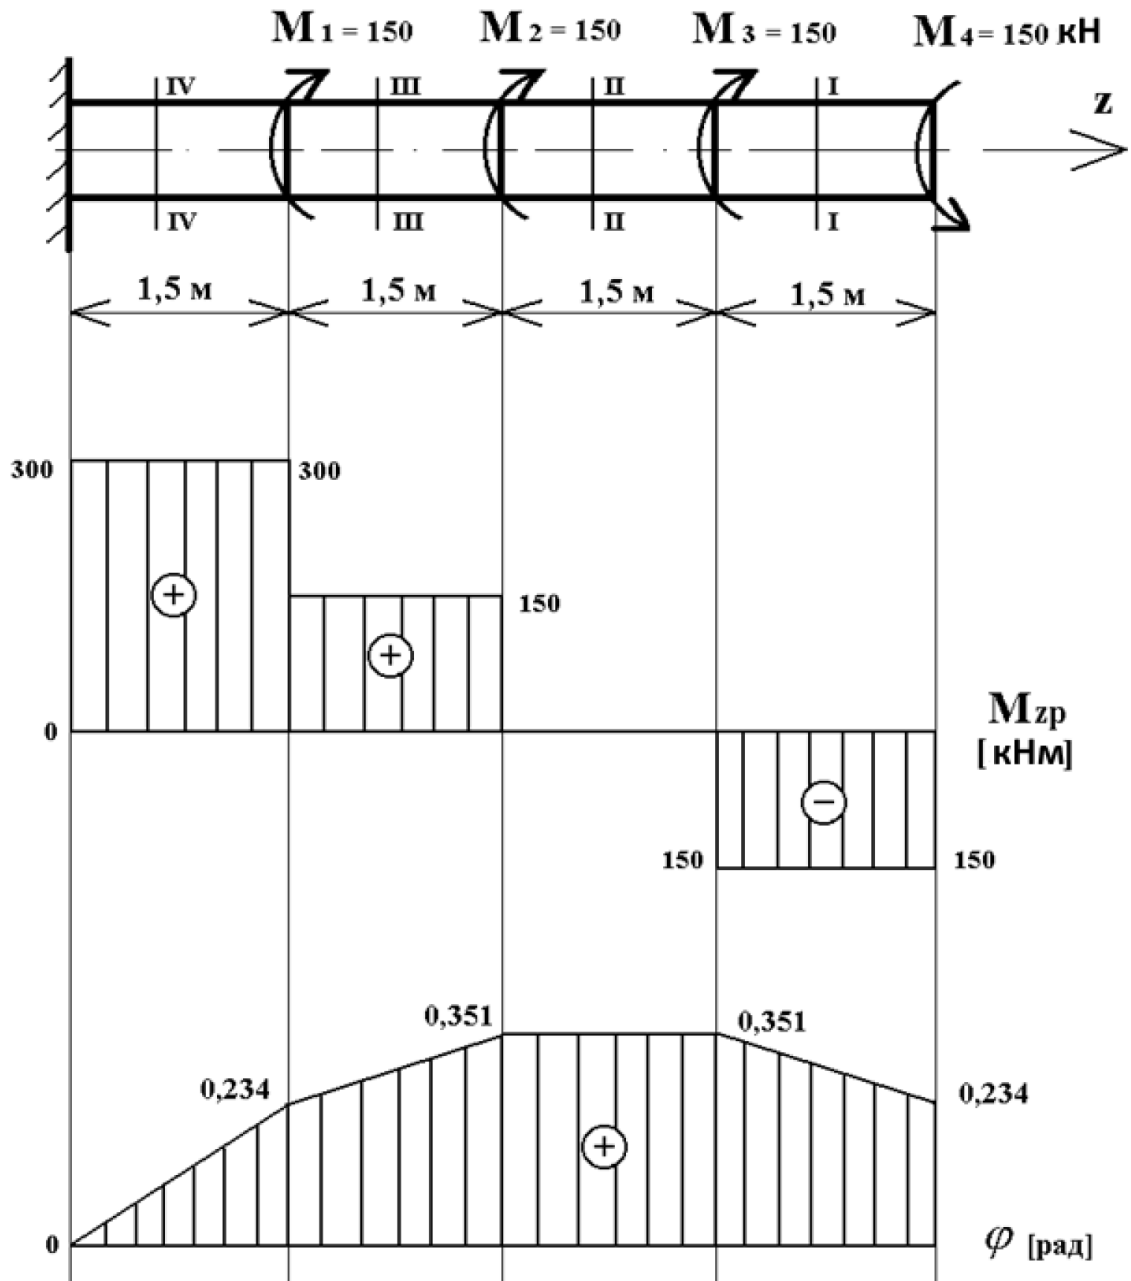

Рис.5.24. Схема сталюго валу з побудовою епюр
1. Визначаємо значення моментів кручення на кожній ділянці валу та будуємо епюру (рис. 5.24.)
2. Визначаємо кути закручування і будуємо епюру (рис. 5.24):